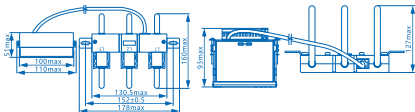

图4 额定电流规格为400A、800A的保护器外形及安装尺寸
4.3 额定电流规格为400A、800A的保护器外形及安装尺寸：见图4；产品的重量约为0.5kg。